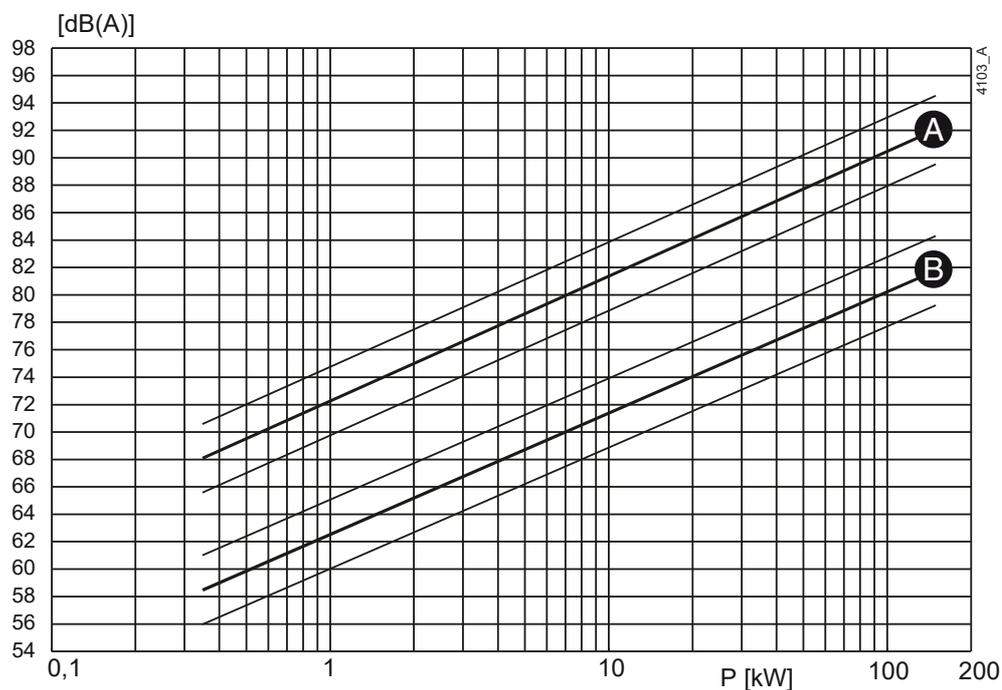
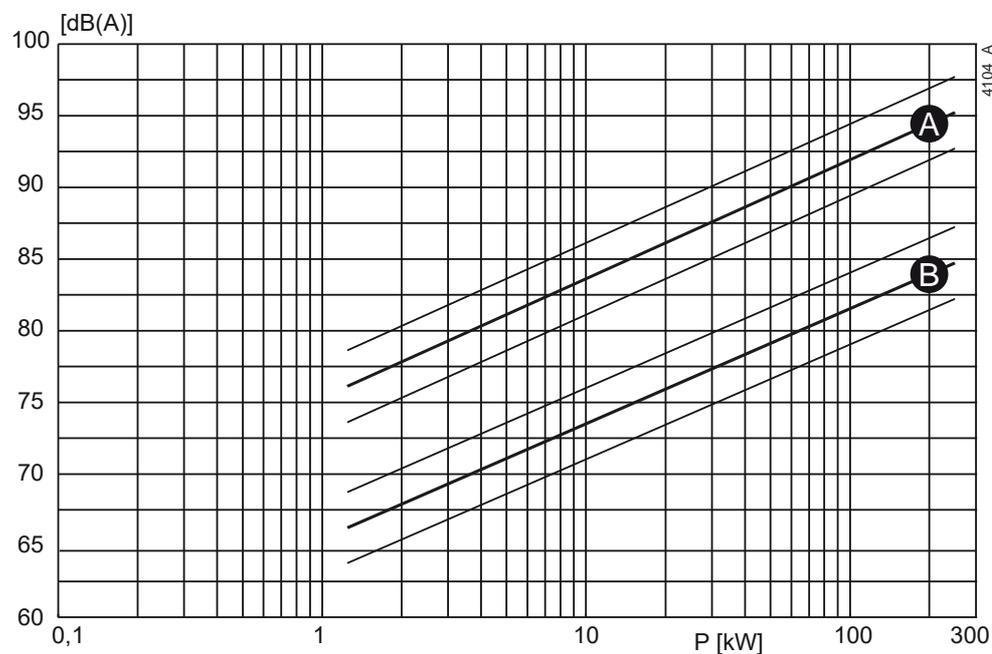

Figura 43: Livello di rumorosità in funzione della potenza [kW] a  $1450 \text{ min}^{-1}$ .
Figura 44: Livello di rumorosità in funzione della potenza [kW] a  $2900 \text{ min}^{-1}$ .
- 1 Determinare il livello di rumorosità ( $L_1$ ) della pompa. Vedere figura 43 o figura 44.